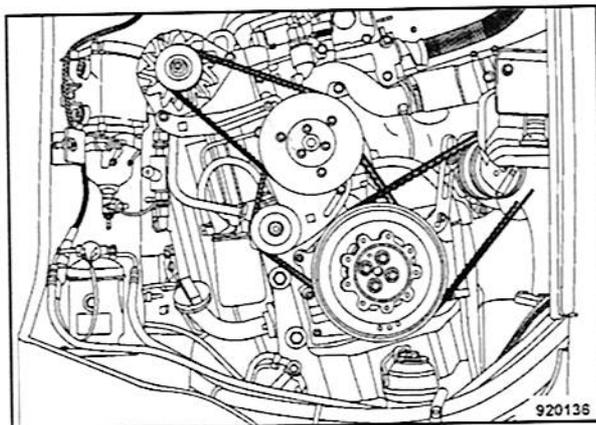

Fig. 156
- Reapretar las fijaciones del tubo de aspiración y de escape (Fig. 156) en las culatas.